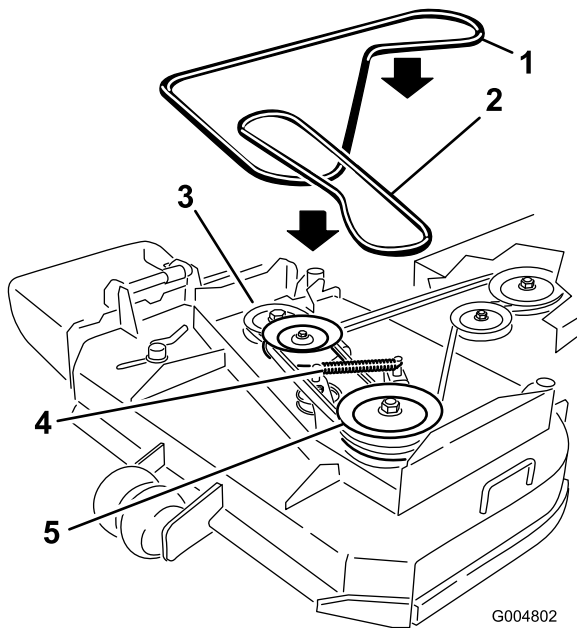

Bild 44
6. Haken Sie die Spannscheibenarmfeder aus, um die Feder am Spannscheibenarm und der Spannscheibe zu entspannen. Entfernen Sie dann den abgenutzten Mähwerkriemen (Bild 44).
7. Legen Sie den neuen Mähwerkriemen um die zwei äußeren Spindelriemenscheiben, die Spannscheibe und in die untere Rille der Doppelspindel-Riemenscheibe (Bild 44).
8. Befestigen Sie die Feder des Spannscheibenarms (Bild 44).
10. Stellen Sie die Riemenführung auf einen Abstand von 3 mm zum Riemen ein (Bild 44).